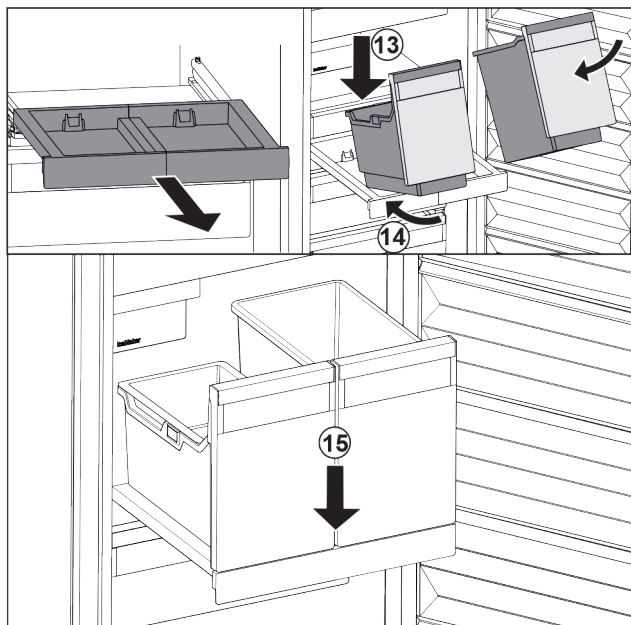

Fig. 39
▶ Наклоняя вниз, установите контейнеры на выдвижную панель. Fig. 39 (13)
▶ Вставьте контейнеры, наклоняя вниз, назад. Fig. 39 (14)
▶ Снимите контейнеры спереди. Fig. 39 (15)